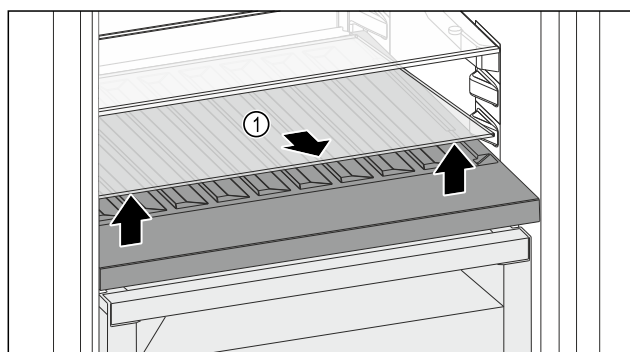

Fig. 149
- ▶ Emelje meg elől, a mélyedésnél az üveglapot Fig. 149 (1), és vegye ki.
- ▶ Biztonságosan tárolja az üveglapot Fig. 149 (1) a készüléken kívül.